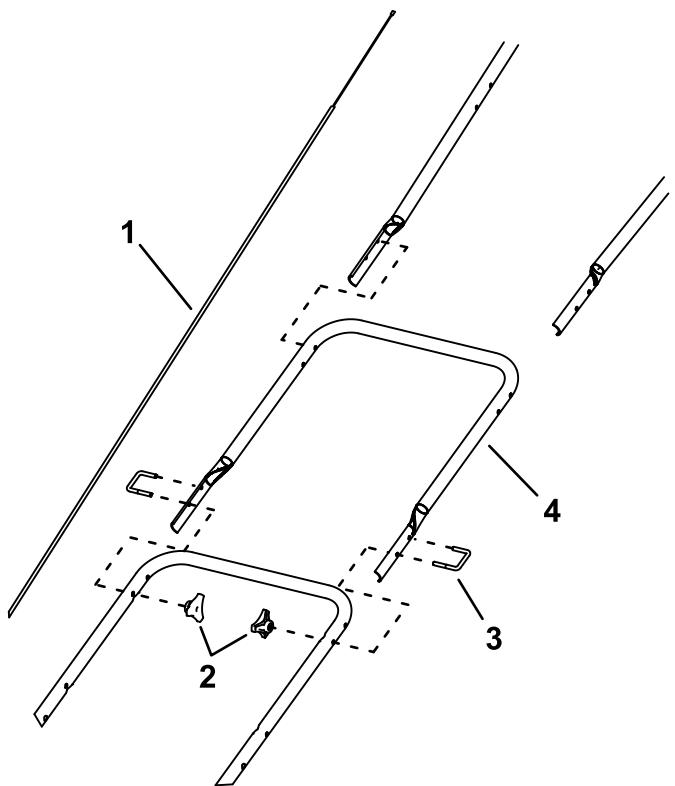

Figure 4
6. Fixez l'extension du guidon sur la partie inférieure au moyen des 2 molettes et des 2 étriers filetés fournis (**Figure 4**).